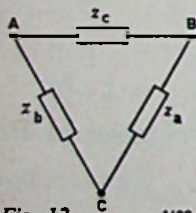
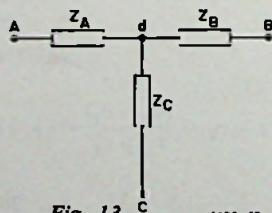
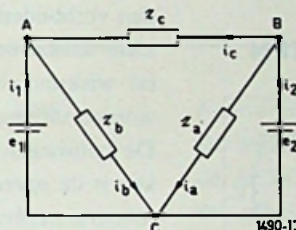

Fig. 12 1490-11
Fig. 13 1490-10
Fig. 14
De schakeling fig. 12 is gelijkwaardig aan fig. 13 mits aan bepaalde voorwaarden is voldaan, die hieronder zullen worden afgeleid. Uit de figuren volgt:
A.B.C. van fig. 12, die kan worden getransformeerd in de driehoek van fig. 14. We merken op, dat het knooppunt d is verdwenen, waardoor het netwerk zodanig is vereenvoudigd, dat we i_b en i_a onmiddellijk kunnen uitrekenen (ze zijn direct op e_1 en e_2 aangesloten). We behoeven alleen maar de transformatieformules toe te passen om de waarden van z_b , z_a en z_c te vinden